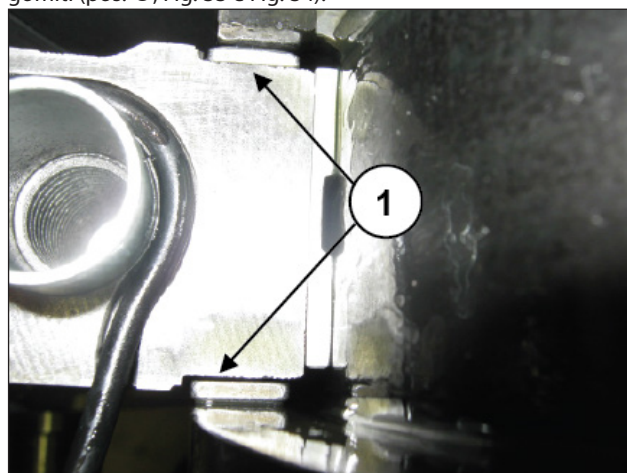
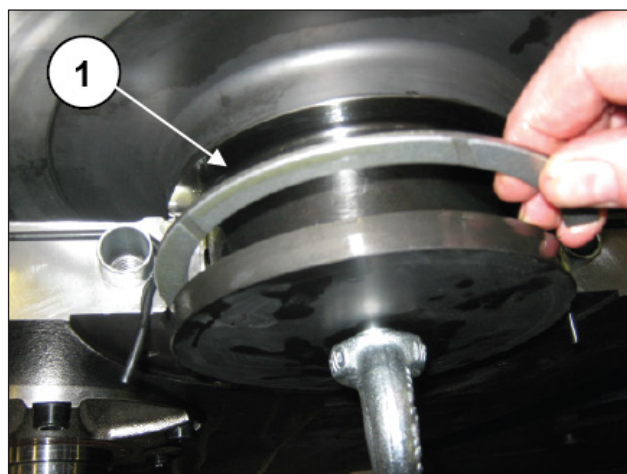

Fig. 33
Fig. 34
Rimuovere i due semianelli di spallamento assiali dell'albero a gomiti (pos. ①, Fig. 33 e Fig. 34).